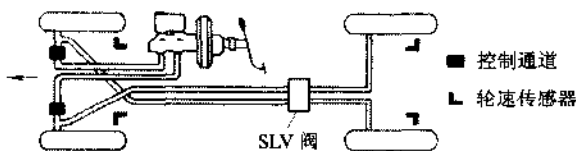

图 7.7 四传感器、两通道、前轮独立——后轮低选择控制的 ABS
⑥ 四传感器、两通道、前轮独立——后轮低选择控制的 ABS。
此类 ABS 的布置形式与类型⑤基本相同,如图 7.7 所示,只是用 SLV 阀(低选择阀)代替类型⑤中的 PV 阀,这样可使汽车在不对称路面上制动时,通过 SLV 阀传至处于低附着系数路面一侧的后轮的制动压力只升至与低附着系数路面一侧的前轮相同,从而防止处于低附着系数路面一侧的后轮抱死,其效果更接近三通道或四通道控制的 ABS。